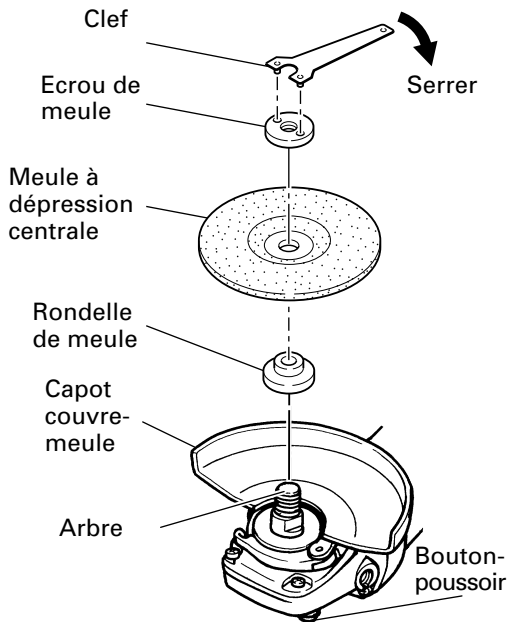

Fig. 6
- Tout en poussant sur la bouton-poussoir avec une main, verrouiller l'arbre en tournant doucement la meule à dépression centrale avec l'autre main. Serrer l'écrou de meule en utilisant la clef fournie comme montré sur la Fig. 6.